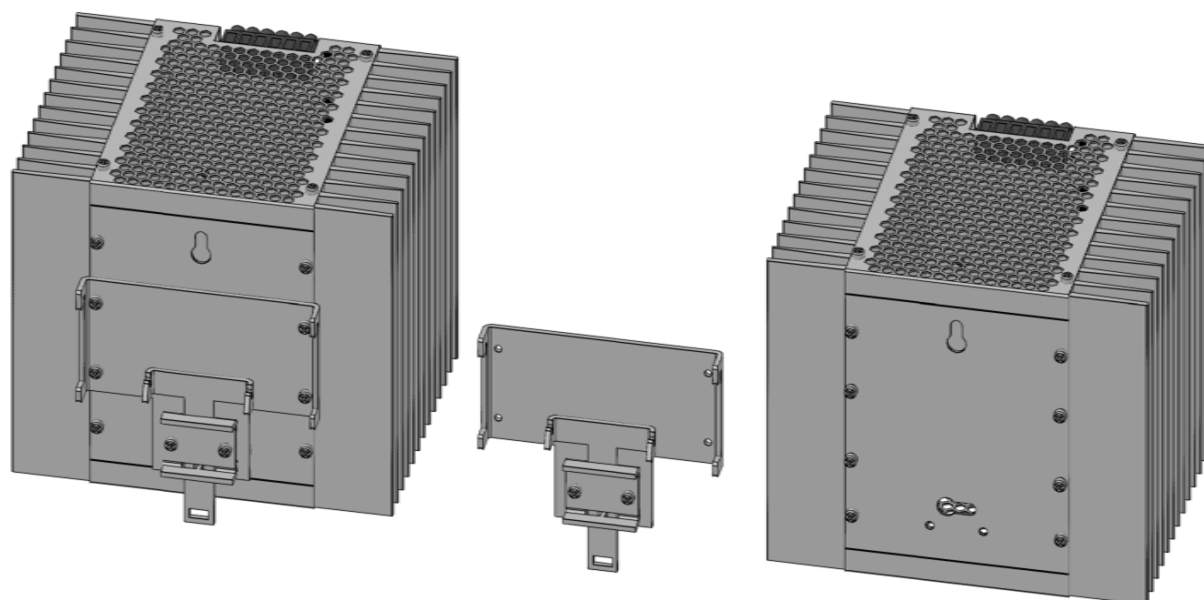

Рисунок 5. Демонтаж крепежного механизма.
**6.5** Базовым конструктивным вариантом изготовления ИПС является исполнение с установкой на DIN-рейку. При необходимости установки ИПС на вертикальную плоскость (настенный вариант), достаточно отвинтить 4 крепежных винта и демонтировать единый крепежный механизм (см. рис. 5).